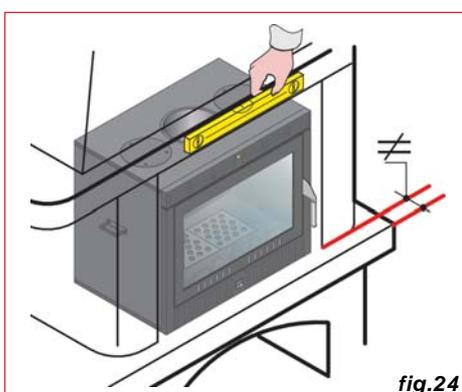

fig.24
**6.7)** Controllare che l'inserito sia perfettamente in piano e siano rispettate le condizioni di parallelismo (fig.24).